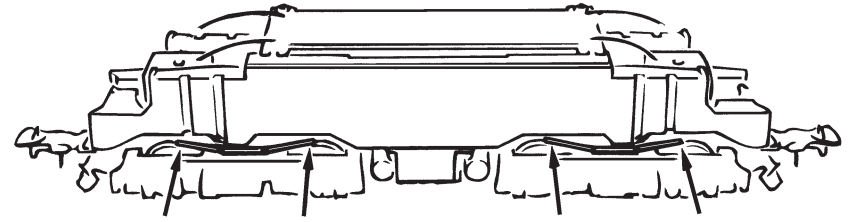
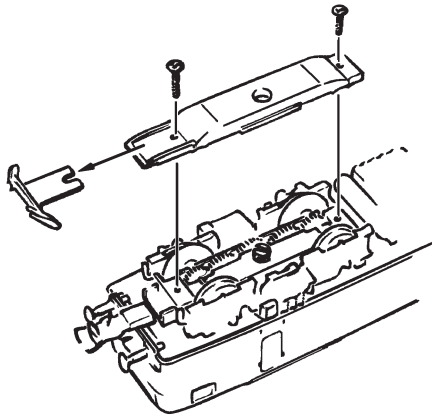

Fig. 6
Fig. 7
**3. Haftreifenwechsel:** Zuerst den Getriebedeckel abnehmen (Fig. 6). Danach den **Radsatz** herausnehmen und die **Haftreifen** mit einer Nadel od. mit einem feinen Schraubendreher abziehen (Fig. 7). Beim Aufziehen der neuen Haftreifen darauf achten, dass diese sich nicht verdrehen.
**3. Change of traction tyre:** Remove the gear cover (fig. 6). Take out **wheel set** and remove **traction tyre** using a pin or a fine screwdriver (fig. 7). When pressing on the new traction tyre please **avoid twisting it**.
**1. Nettoyage des lames de courant aux roues:** Les lames de contacts risquent de s'encrasser rapidement sur des voies poussiéreuses. Veuillez **enlever la poussière** aux endroits marqués à la fig. 6 à l'aide d'un petit pinceau souple.
**3. Échange des bandages d'adhérence:** Démontez d'abord **le couvercle du carter des engrenages** des engrenages (fig. 6). Délogez ensuite les essieux bandagés et enlevez, à l'aide d'une aiguille ou d'un tournevis fin, les bandages d'adhérence (fig. 7). Lors du montage des nouveaux bandages veuillez veiller à ce que les bandages **ne soient pas tordu**.